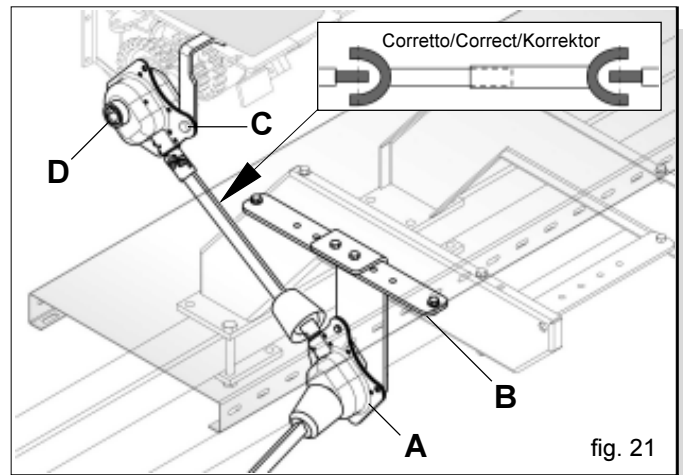

fig. 21
Durante le operazioni di assemblaggio seminatrice/attrezzatura ed in presenza del dispositivo di sollevamento idraulico del telaio porta assolcatori, verificare che gli organi di trasmissione della seminatrice (Fig. 21) non interferiscano o possano interferire durante le normali operazioni in lavoro con altre parti del complesso. Eventualmente spostare la scatola di rinvio trasmissione (A Fig. 21) lungo il supporto (B).
**ATTENZIONE!** Non serrare a fondo la vite (C Fig. 21) che regge la scatola (D Fig. 21), l'oscillazione è prevista.